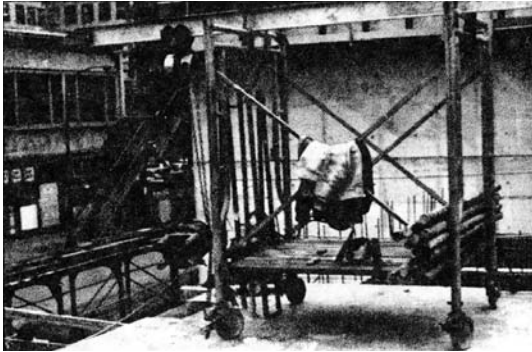

Figure 1.25
- On peut parfois utiliser un gabarit fabriqué sur place. La figure 1.25 présente un échafaudage sur roues utilisé comme chariot et muni d'une poutre en I et d'une installation à palan à chaîne destinée à lever, abaisser et positionner un vérin de 250 tonnes. Remarquez la nécessité d'un contrepoids dont l'installation tient compte de la sécurité de la plateforme.